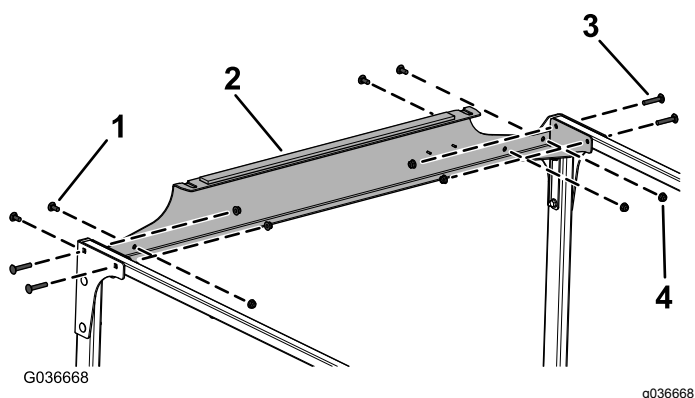

Figure 10
9. Fixez légèrement la liaison transversale arrière aux tubes et aux plaques arrière à l'aide de 4 boulons de carrosserie (5/16" x 1 3/4"), 4 boulons de carrosserie (5/16" x 3/4") et 8 écrous à embase (5/16"), comme montré à la Figure 10.